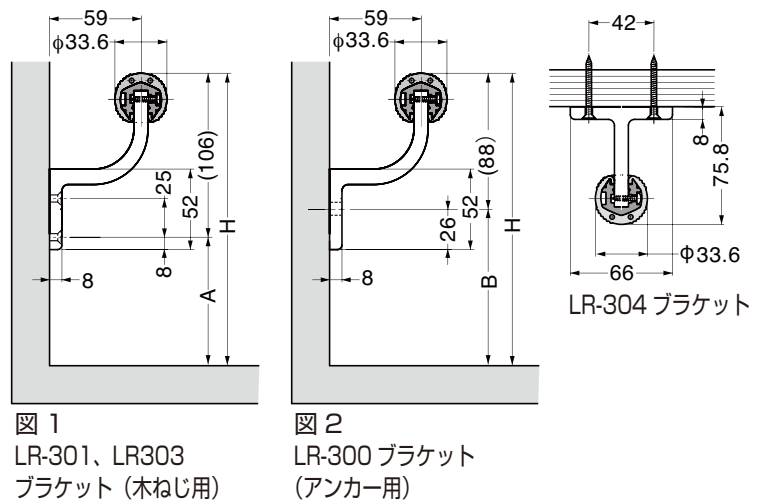

図 1
- LR-301、LR-303/ 木ねじ用ブラケットを使用した場合 [図 1]